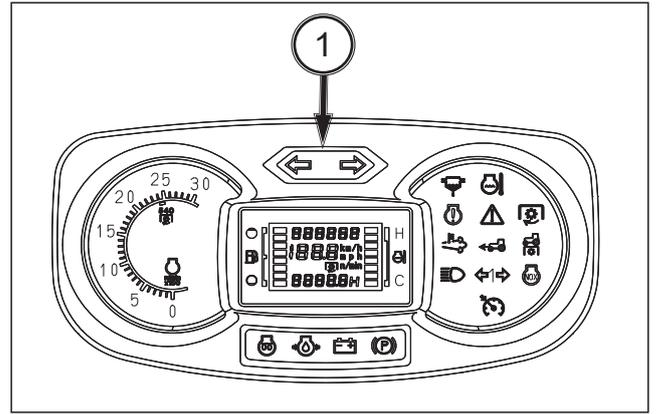

FIG. 42
FIG. 42: Las lámparas indicadoras de giro/emergencia (1) funcionarán con el interruptor combinado girado a la izquierda o a la derecha, o con el interruptor de emergencia pulsado. Esto proporciona al operador una fácil indicación de la selección de la luz de advertencia.